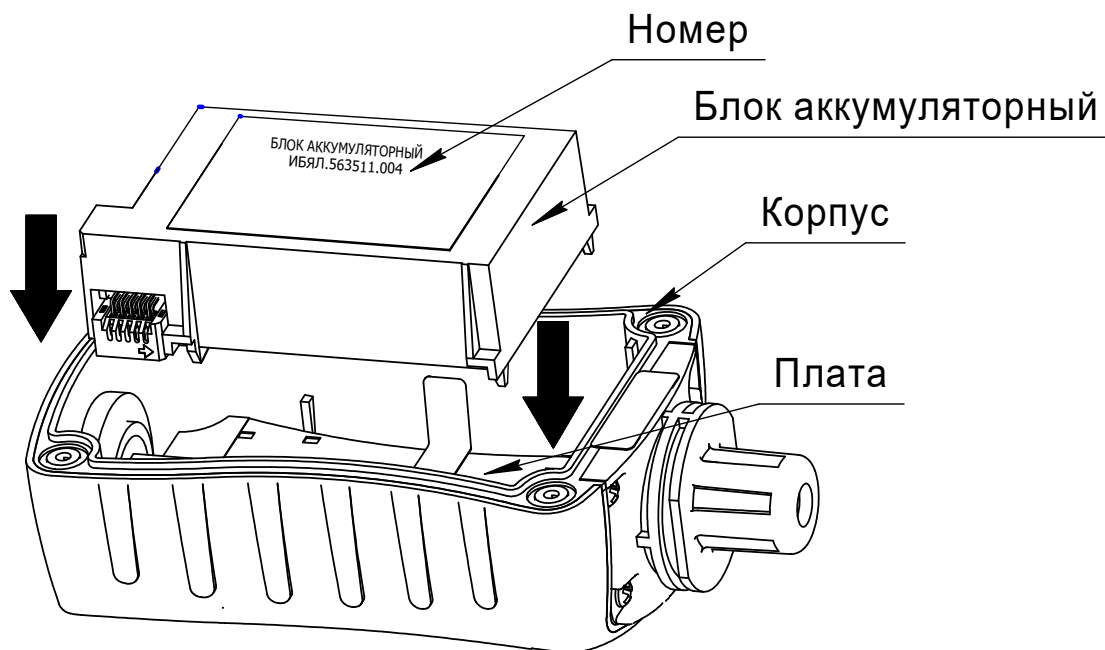

Рисунок 4.1 – Замена блока аккумуляторного
- **ВЫКЛЮЧИТЬ** сигнализатор, вывинтить четыре винта на задней крышке сигнализаторов и снять заднюю крышку (см. рисунок 4.1);